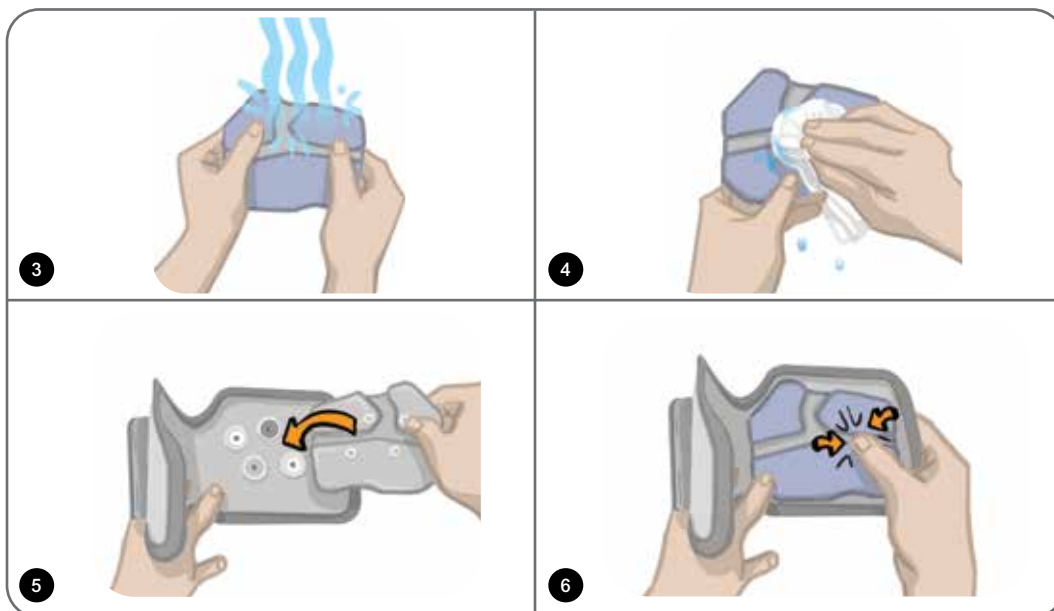

Figure 11-4 : Remplacement de l'électrode directionnelle
**Pour remplacer les électrodes directionnelles : (reportez-vous à la figure 11-4)**